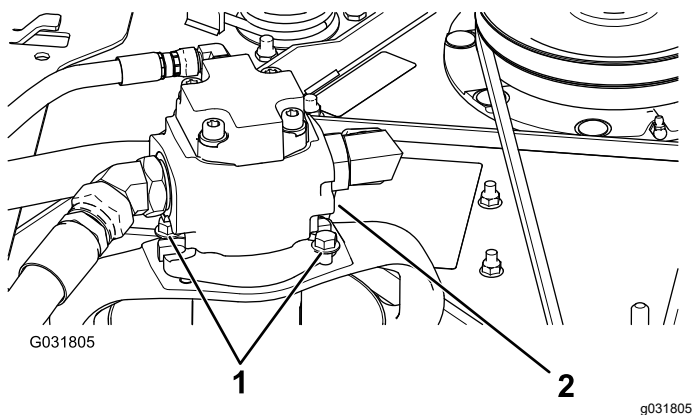

Figura 94
5. Retire los pernos que sujetan el motor hidráulico a la unidad de corte (Figura 94).
3. Retire los pernos que sujetan el motor hidráulico a la unidad de corte (Figura 94).